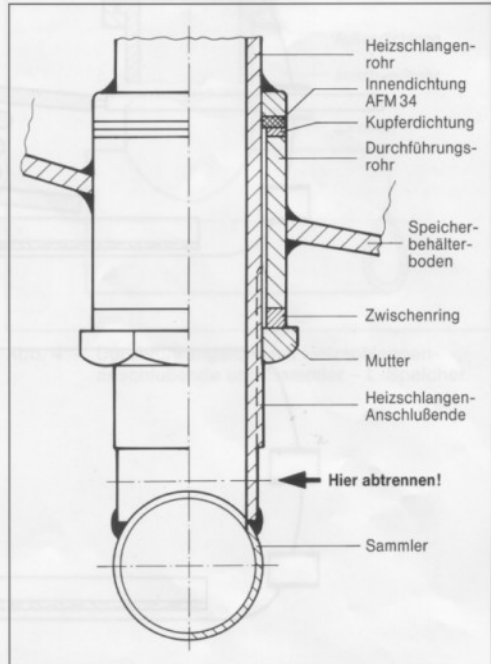

Abb. 7 – Durchführungsrohr mit Heizschlangenanschlußende und Sammler – S-Speicher
- Anschlußende der Heizschlange unmittelbar am Sammler abtrennen und Mutter abschrauben (Pfeil - Abb. 7).
- Dichtung AFM 34 auf das jeweilige Rohrende aufschieben (Abb. 7).
- Kupferdichtung beidseitig mit Dichtmittel beschichten und ebenfalls auf die Rohrenden aufschieben (Abb. 7).
- Anschlußenden der Heizschlangen in Durchführungsrohre einführen (Abb. 7).
- Montage in umgekehrter Reihenfolge wie Demontage ausführen (Abb. 7).